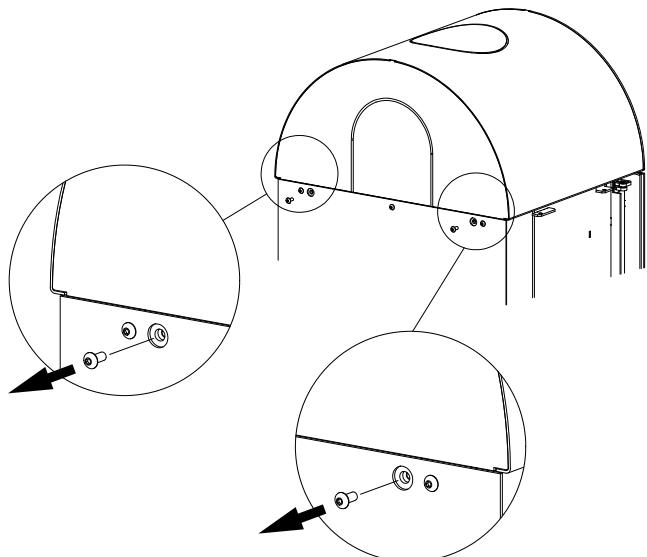

fig. 2
- Desatornillar y quitar la tapa de cierre detrás y delante (véase fig. 2–4).